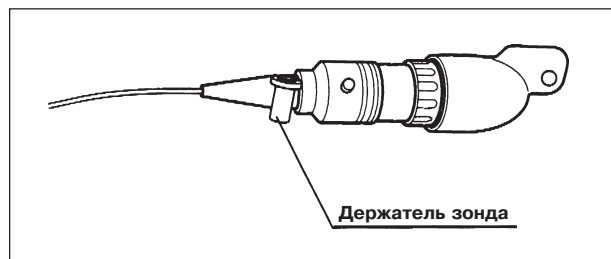

Рис. 3.8
2. Присоедините держатель зонда к области для присоединения держателя (см. рис. 3.8).